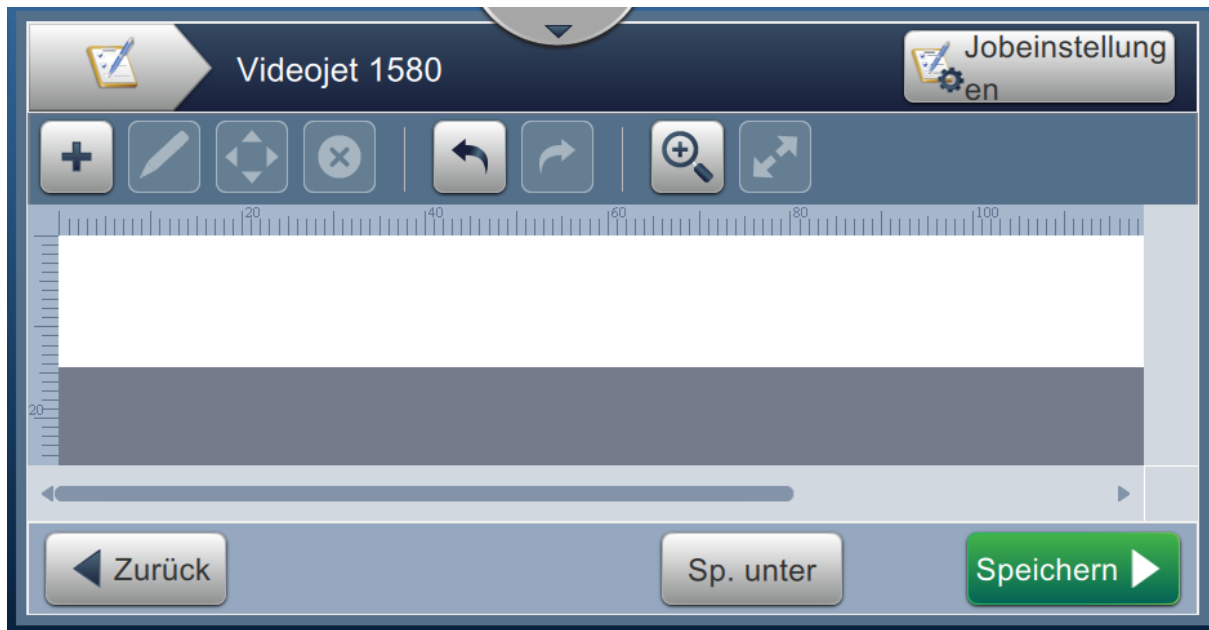

Abbildung 5-3: Bildschirm zur Auftragsbearbeitung
6. Der Bildschirm „Auftrags-Editor“ wird angezeigt (siehe Abbildung 5-3).